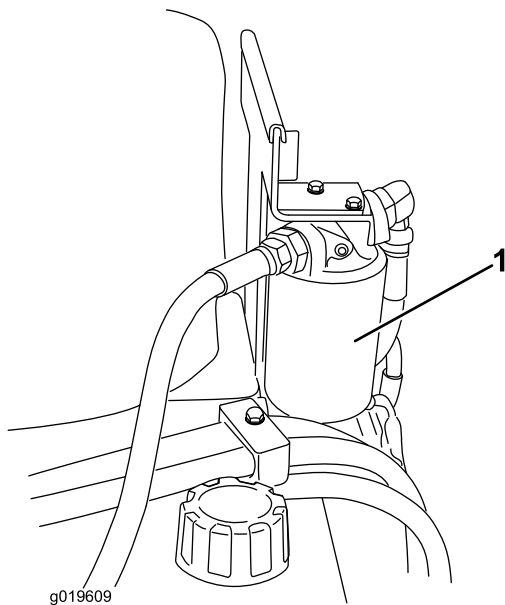

Figure 32
3. Placez un bac de vidange sous le filtre (Figure 32).
4. Enlevez le filtre à huile usagé (Figure 32) et essuyez la surface du joint de l'adaptateur.
6. Montez le filtre de rechange sur l'adaptateur (Figure 32). Tournez le filtre dans le sens horaire jusqu'à ce que le joint rejoigne l'adaptateur, puis donnez 3/4 de tour supplémentaire.